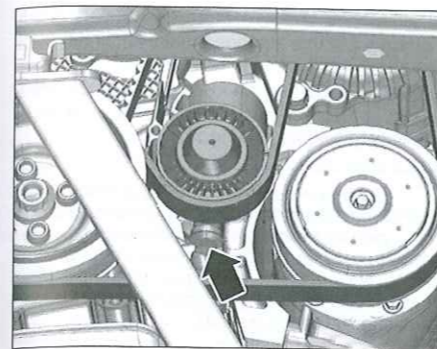

Fig. 2
- Actuar sobre el tornillo para destensar la correa (Fig.2).